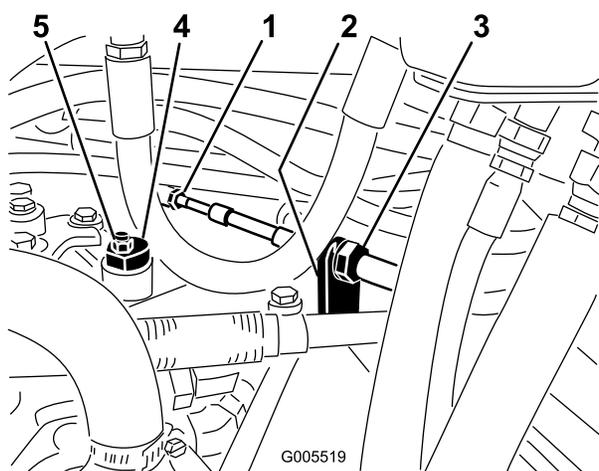

図 51
- A. 走行ケーブルを油圧トランスミッションのバルクヘッドに取り付けているジャムナット（図 51）を両方ともゆるめる。ジャムナットは調整ができるよう十分に、また均等にゆるめること。
注 偏芯ナットをトランスミッション上部に止めているナット（図 51）をゆるめる。
- C. どちらにも車輪が回らないように偏芯ナットを回して調整する。調整ができれば固定ナットを締める（図 51）。スロットル SLOW および FAST 位置で調整が正しいことを確認する。
を固定する（図 51）。ケーブルをねじらないように注意すること。